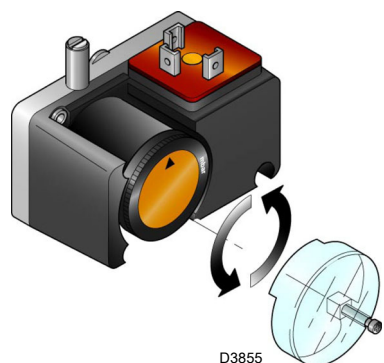

图 29
- ▶ 调节最大燃气压力开关 (图 29) 至量程的终止位置。
在调节燃烧器、燃气阀和阀组稳定器后，再调节低燃气压力开关（图 29）。